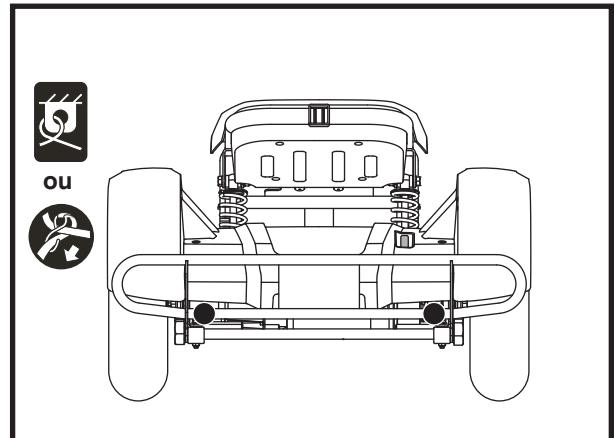

Figure 7. Points d'ancrage arrière (Identifiés avec des points noirs)
Le scooter doit toujours être ancrés face à l'avant du véhicule. Fixez les quatre (4) courroies aux points d'ancrage désignés sur le scooter. **Voir les figures 7 et 8.** Serrez bien les courroies pour retirer le jeu excessif. N'attachez jamais le scooter par ses composantes réglables ou mobiles tels que les accoudoirs, capots ou roues. Ces articles devraient être enlevés. Positionnez les points d'ancrage arrière des courroies directement derrière le scooter. Les points d'ancrage avant sont disposés plus loin de chaque côté du scooter afin d'augmenter la stabilité latérale.